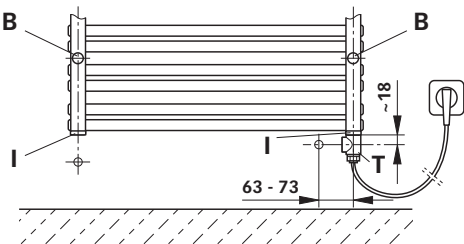

Abb. 4
- Die Produktfamilie **COSMO** GRAZ kann auch mit einer Elektrozusatzheizung ausgestattet werden, wobei die nachfolgenden Empfehlungen einzuhalten sind: **Abb. 4**
- **COSMO GRAZ** products can also be fitted with an additional electrical heating element if the following recommendations are complied with: **Abb. 4**